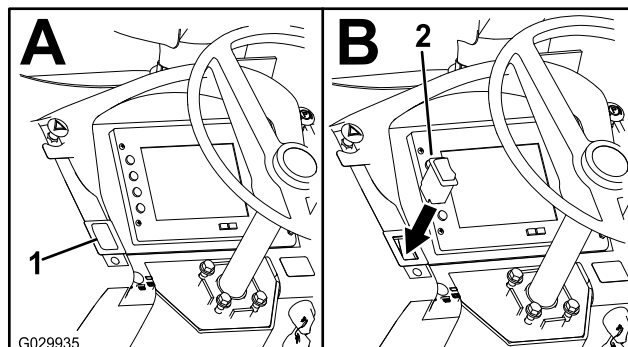

Figure 13
7. Sur le panneau de commande, retirez le cache et transférez le connecteur du faisceau au commutateur à bascule, puis montez le commutateur à bascule (Figure 13).